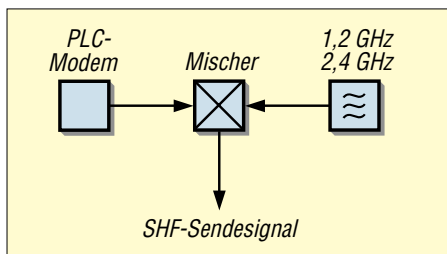

Bild 1: Blockschaltbild der Ein- und Auskopplung der modulierten HF (ZF) am Ringkern
Im Blockschaltbild (Bild 1) kann man die Ein- und Auskopplung der modulierten HF (ZF) am Ringkern leicht erkennen. So kann ein getrennter RX- und TX-Zweig aufgebaut und Voll duplexverkehr erreicht werden. Zur Verstärkung sollten jedoch lineare Baugruppen zum Einsatz kommen, da sonst Intermodulationen zwischen den vielen einzelnen OFDM-Trägern auftreten könnten. Mit derartigen Systemen wäre eine schnelle Datenverlinkung von Amateurfunkstationen möglich, aber natürlich auch die Übertragung von ATV oder Sprache.